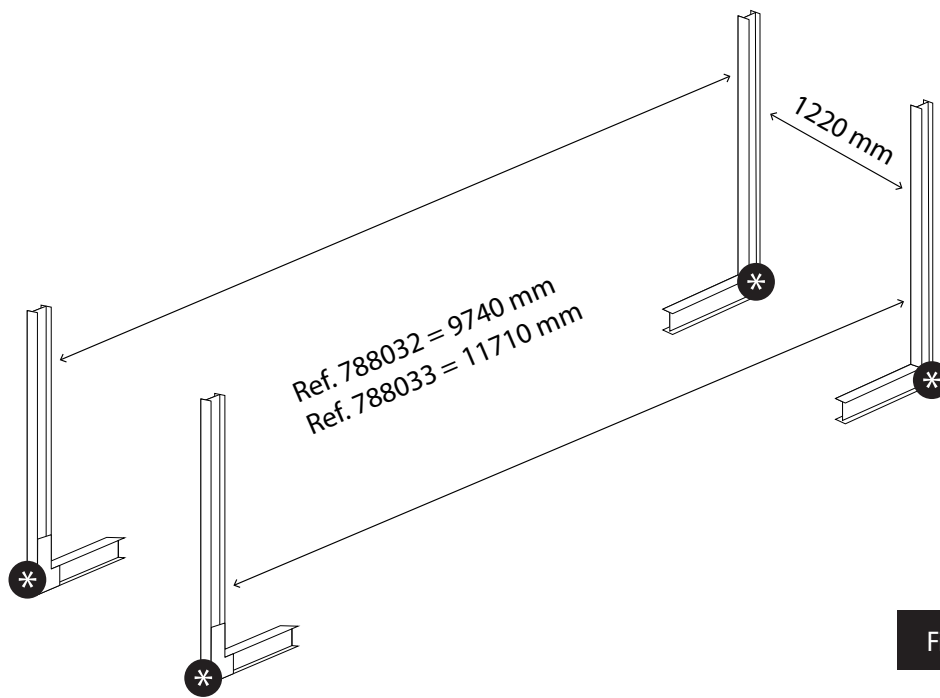

Fig. 3 / Abb. 3 / Afb. 3
- EN** There are no metal clamps provided in long lengths to secure any angles. Therefore, the IPN must be kept at a distance (788032 = 9740mm / 788033 = 11710 mm) (see figure 3). The angles for the small panels are 1220 mm wide.
- FR** Sur les grandes longueurs, il n'y a pas de sangle métallique pour relier les angles. Il faut donc maintenir les IPN à une distance (788032 = 9740mm / 788033 = 11710 mm) (cf figure 3). L'écartement des angles sur les petits pans est de 1220 mm.
- NL** Bij grote lengtes, zijn er geen metalen beugels om de hoeken vast te zetten. Daarom is het nodig om de IPN's op een afstand (788032 = 9740mm / 788033 = 11710 mm) (zie afbeelding 3). De breedte van de hoeken van de kleine panelen is 1220 mm.